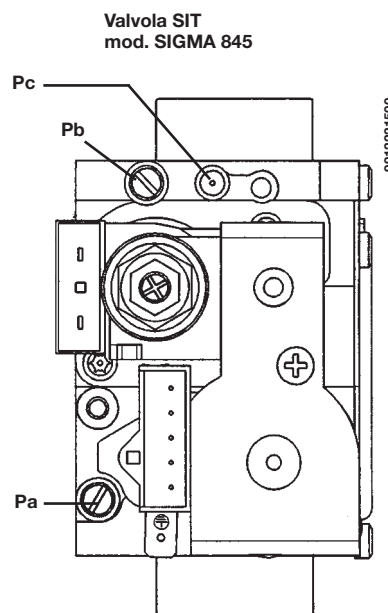
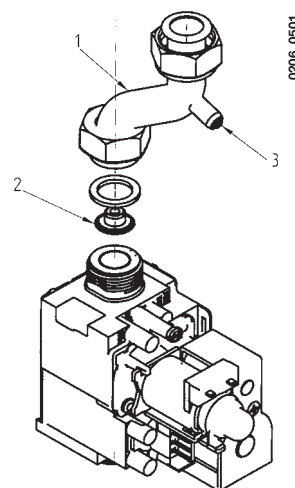

Figura 13a
Figura 13b (modelli 240i - 240 Fi)
- rimuovere il tubo alimentazione gas (1 di Figura 13b);
- sostituire l'ugello per diaframma montato sulla valvola del gas (2);
- collegare la presa di pressione positiva di un manometro differenziale, possibilmente ad acqua, alla presa di pressione (**Pb**) della valvola del gas (figura 13a). Per i modelli 240 i/Fi utilizzare la presa di pressione (3) presente nel tubo di alimentazione gas (figura 13b). Collegare, solo per i modelli a camera stagna, la presa negativa dello stesso manometro ad un apposito "T" che permetta di collegare insieme la presa di compensazione della caldaia, la presa di compensazione della valvola del gas (**Pc**) ed il manometro stesso. (Una pari misura può essere effettuata collegando il manometro alla presa di pressione (**Pb**) e senza il pannello frontale della camera stagna); Una misura della pressione ai bruciatori effettuata con metodi diversi da quelli descritti potrebbe risultare falsata in quanto non terrebbe conto della depressione creata dal ventilatore nella camera stagna.
- verificare che la pressione dinamica di alimentazione della caldaia, misurata alla presa di pressione (**Pa**) della valvola del gas (figura 13a) sia quella corretta (**30 mbar** per il gas **butano**, **37 mbar** per il gas **propano** o **20 mbar** per il gas **metano**).